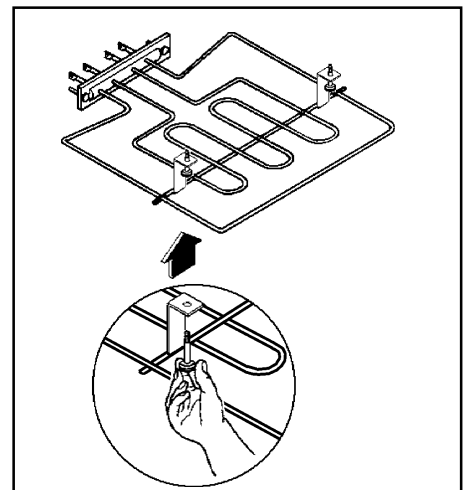

Рис. 12
- Отвинтите винты, крепящие гриль (см. рис. 12). Если вы выполняете эту операцию впервые, то рекомендуем воспользоваться отверткой.